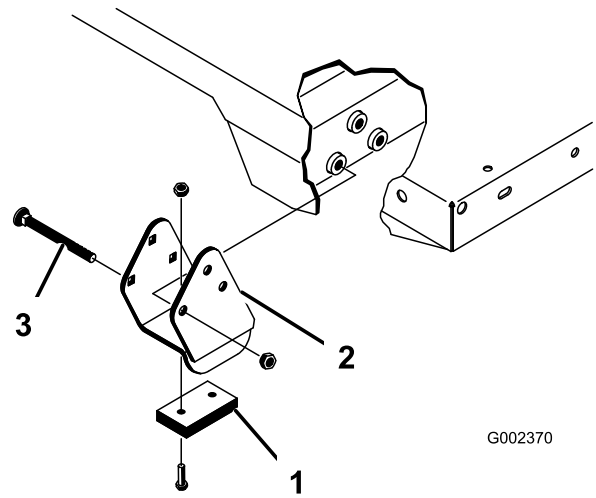

Bild 44
Hinweis: Setzen Sie die Distanzstückhalterungen und Verschleißblöcke (Bild 44) so ein, dass die Köpfe der Schlossschrauben an der Innenseite der Maschine sind.
2. Setzen Sie die Ladepritsche vorsichtig auf den Maschinenrahmen. Fluchten Sie die hinteren Schwenkplattenlöcher der Pritsche mit den Löchern am hinteren Rahmenkanal aus und montieren Sie die zwei Lastösenbolzen und Klapenstecker (Bild 44).
4. Setzen Sie den Lastösenbolzen von der Außenseite der Pritsche ein. Der Klapenstecker sollte außen (Bild 44).